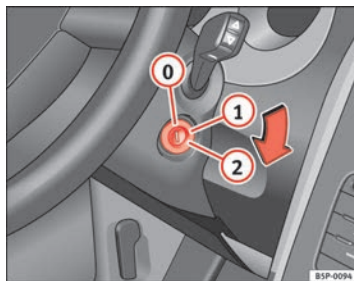

Abb. 136 Stellungen des Zündschlüssels
In dieser Stellung ⇒ Abb. 136 sind die Zündung und der Motor ausgeschaltet und die Lenkung kann gesperrt werden.
- Drehen Sie den Zündschlüssel in Stellung ⇒ Seite 180, Abb. 136 ①. Beim Vorglühen des Motors leuchtet die Kontrollleuchte  auf.
- Wenn die Kontrollleuchte ausgeht, drehen Sie den Zündschlüssel in Stellung ② zum Anlassen des Motors - geben Sie kein Gas.
- Drehen Sie den Zündschlüssel in Stellung ⇒ Seite 180, Abb. 136 .